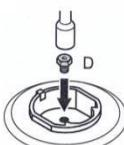

Figure 12.2
Montez l'injecteur à convertir (D) comme représenté sur la figure 12.2.